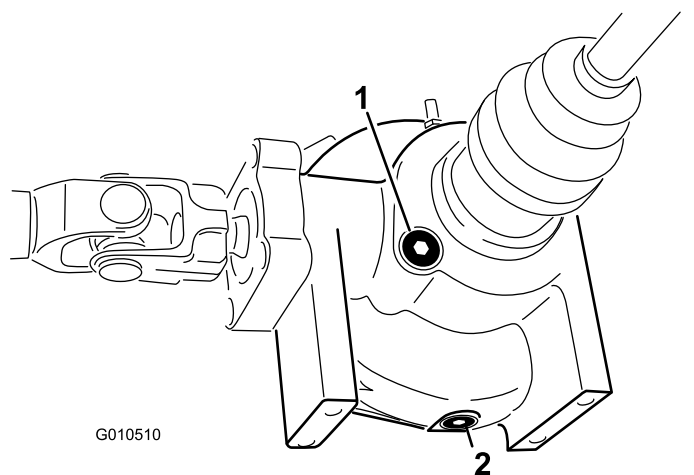

図 21
2. デファレンシャルの側面についている補給・点検プラグの周囲をきれいに拭く(図 21)。